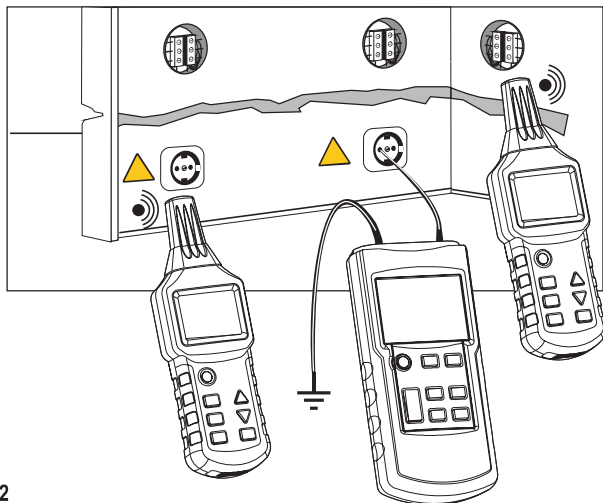

Fig. 3-1-2
- Anslut sändaren till fasledningen och skyddsjordledningen enligt Fig. 3-1-2.